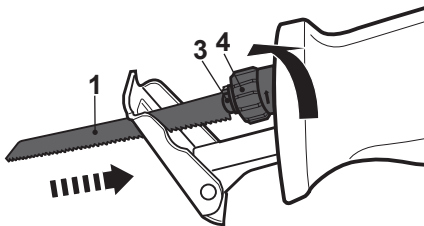

Fig. 1
- > Gire la camisa de bloqueo (4) 180 grados en sentido antihorario y manténgala en esa posición.
- > Inserte la hoja de sierra (1) en el alojamiento de la hoja de sierra (3) hasta el final. Asegúrese de que los dientes de la sierra apuntan en la dirección de corte (Fig. 1, 2).